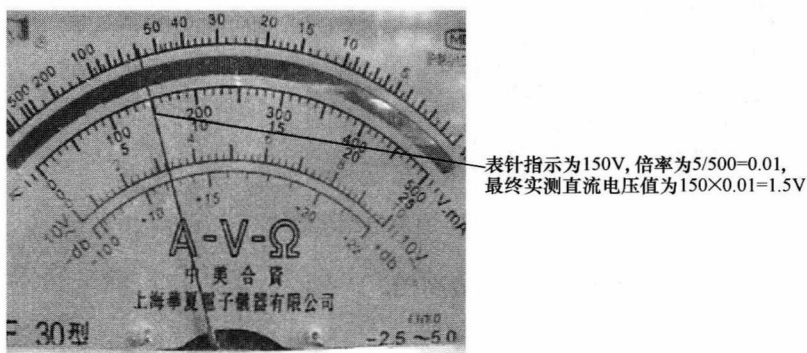

图 1-5 实测电压读数
3) 读出指针在电压刻度线上 (第二条线) 的读数, 根据挡位读出所测电压的值, 如图 1-5 所示。